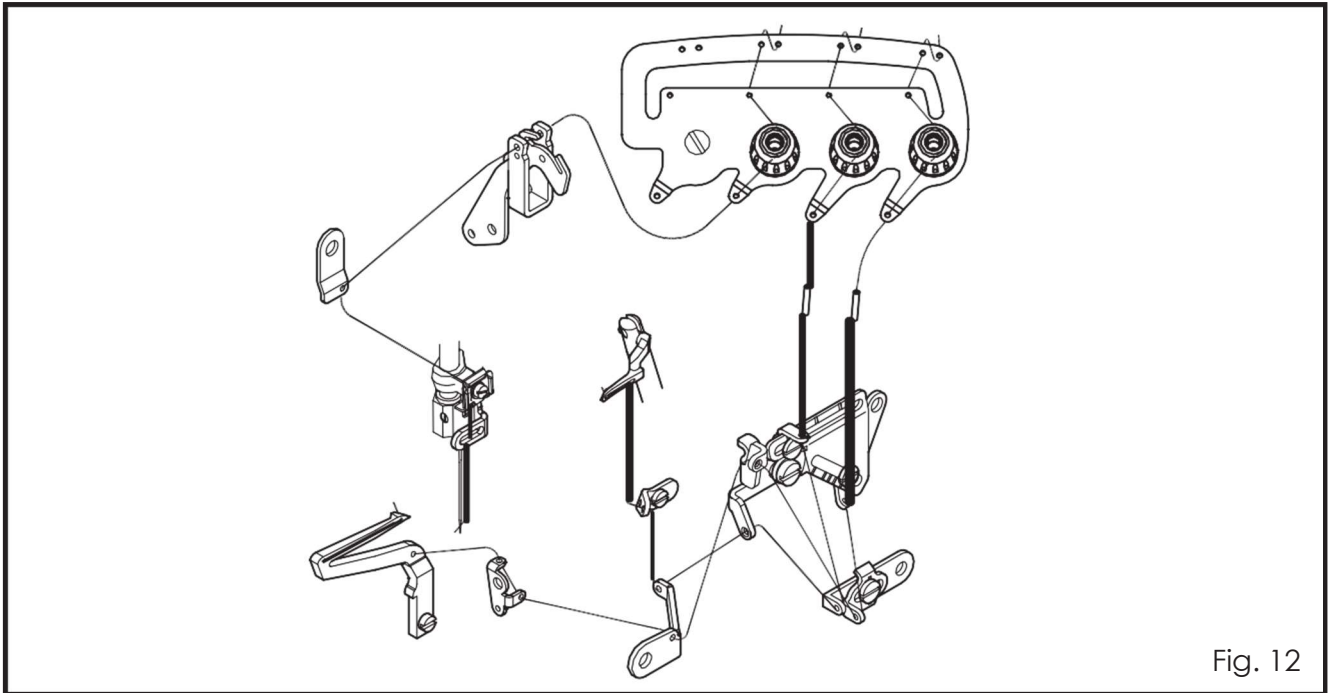

Fig. 12
1. Somente para três linhas 737(Fig. 12)